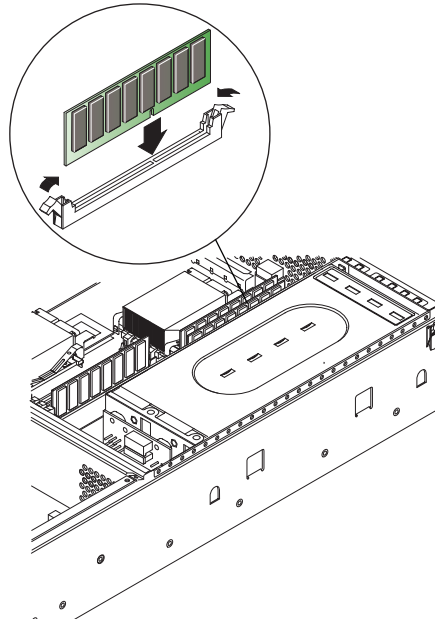

図 1-16 メモリーの取り付け
4. 固定用の留め具が開いていることを確認します (図 1-16)。